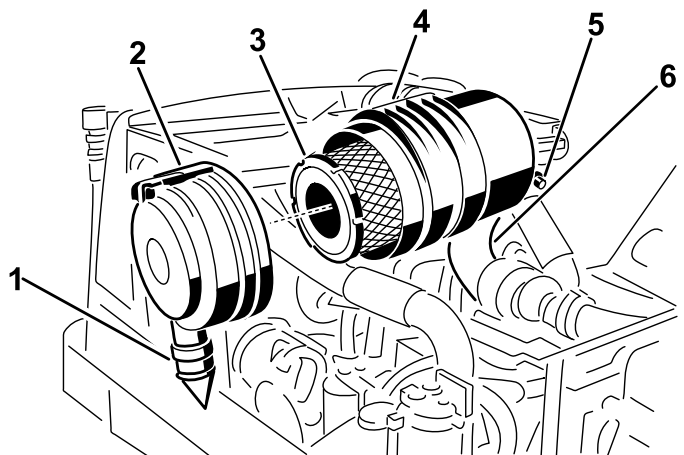

Figura 50
2. Retire o filtro principal (Figura 50).
3. Substitua o filtro principal (Figura 50).
entre cerca das 5h00 a 7h00 quando vista da extremidade, e prenda o trinco (Figura 50).